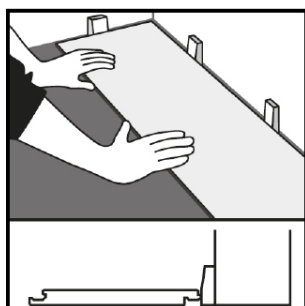

FIG 1
1. Empieza con una tabla o baldosa completa a lo largo de la pared y calcula cuántas tablas/baldosas caben a lo largo de la habitación. Si esto significa que habrá una fila de tablas o baldosas estrechas a lo largo de la pared opuesta, corta la primera fila a medida. Coloca este producto con el filo dental o la sierra mirando hacia la pared. Coloca separadores de 5 mm entre la tabla/baldosa y la pared (Fig. 1).